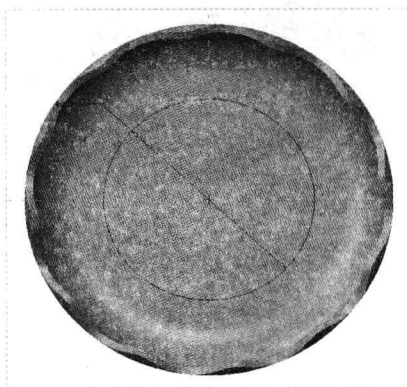

图 8-97 绘制截面
Step 04 弹出“草绘视图”菜单管理器, 选择“默认”选项, 进入草绘环境, 单击“草绘”选项卡中的相应按钮, 绘制截面, 如图 8-97 所示。